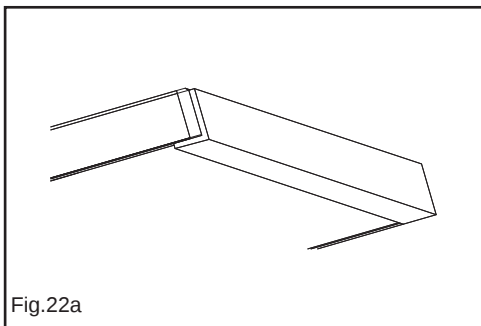

Fig.22a
- Incollare la guarnizione adesiva di protezione al cappello in vetro (Fig.22a).